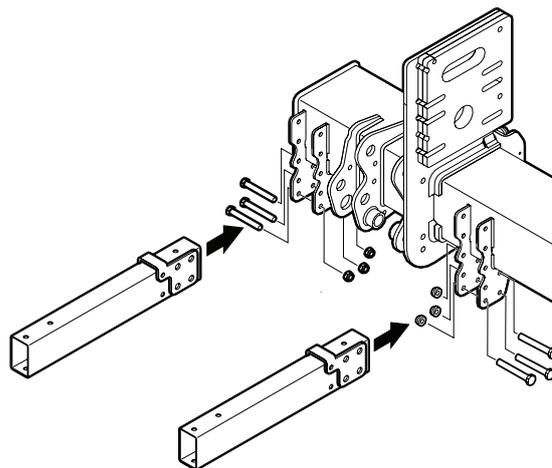

Figura 29. Montaje de las consolas en la estructura
1. Monte las consolas en la estructura del elevador trasero con 3 tornillos M12x100 cada uno sin apretar. Consulte Figura 29.